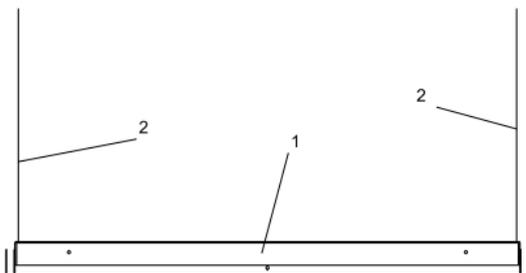

Рисунок 3
5.2.4 Встраиваемый монтаж производить в потолки типа «Грильято» для светильников: ДВО 404045-54-OP PRO, ДВО 404065-54-OP PRO (см. рис. 3). Светодиодную панель (1) установить в ячейку 590×590 потолка типа «Грильято» как показано на рисунке 3, подвесить светильник к несущему потолку крепёжными элементами (2). Крепёжные элементы (2) в комплект поставки светодиодной панели не входят.